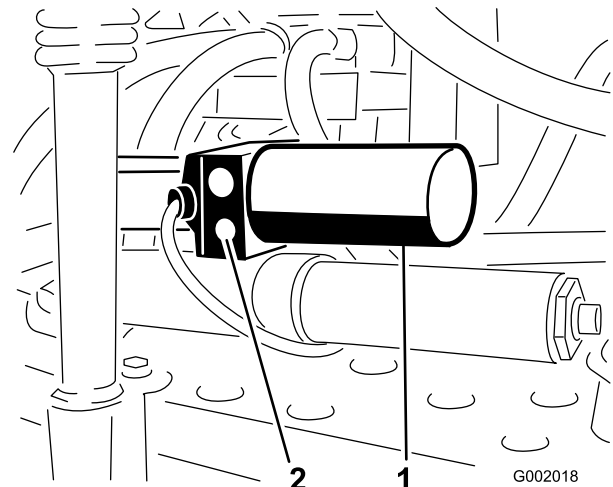

Figura 59
1. Localice la válvula de alivio manual en el actuador de cada brazo. La válvula de alivio manual es la válvula más pequeña, y se encuentra solamente en un lado del cuerpo del actuador (Figura 59).